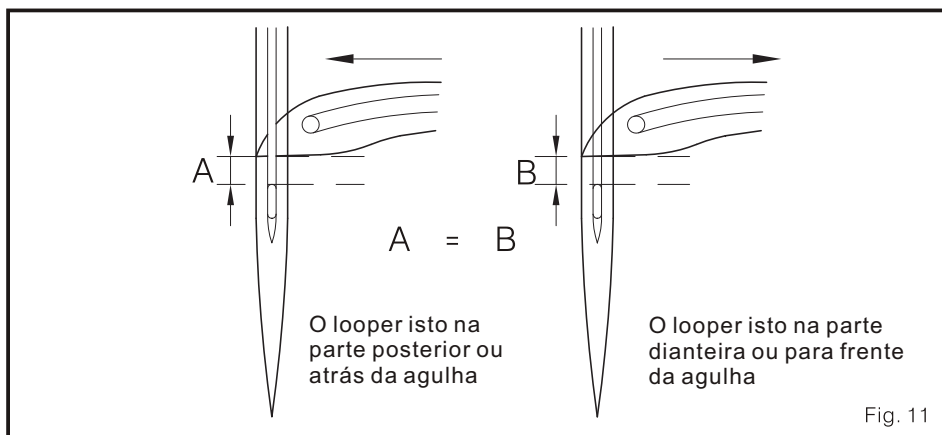

Fig. 11
3. a relação de ritmo correto é quando a gorjeta do looper achar o buraco da agulha. A relação de ritmo correto é quando a distância A, da gorjeta do looper para a borda superior da casa de botão de agulha, quando o looper se mover então à esquerda de direito a logo à borda esquerda na parte posterior da agulha, é semelhante à distância B. que é da gorjeta do looper para a borda superior da casa de botão de agulha, quando o looper move à direita e então à esquerda do lado morto esquerda borda na parte dianteira da agulha. (Fig. 11)